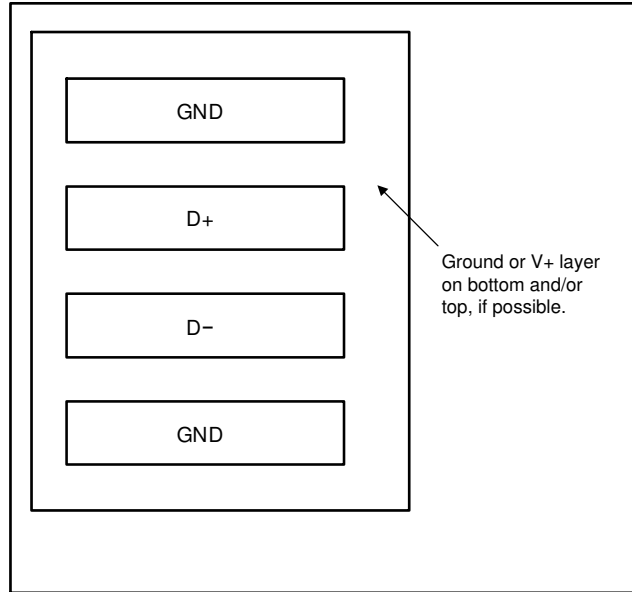

図 10-3. 信号トレースの例
- 図 10-3 に示すように、D+ と D- のトレースは隣り合わせに配線し、グランド ガードトレースを使用して隣接する信号から遮蔽します。多層 PCB を使用する場合は、グランド プレーンまたは VDD プレーンの間にこれらのトレースを埋め込んで、外来ノイズ源からプレーンを遮蔽します。テキサス・インスツルメンツでは、5mm (0.127mm) の PCB トレースの使用を推奨しています。